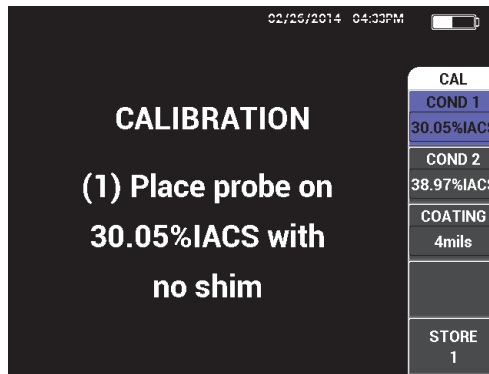

図 5-48 PowerLink の適用後に表示される手順 (1)
2. プロンプトが表示されたら、**続行**（A キー）を選択して PowerLink 情報を適用します（163 ページの図 5-48）。